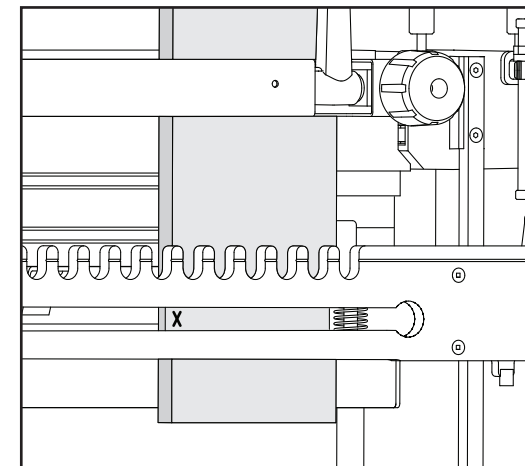

Fig. H18
6. Inscrive un « X » sur le côté gauche de la planche à rainurer comme montré à la fig. H18. Ce repère identifiera le point d'entrée de la planche à tenonner lors de l'assemblage du joint.